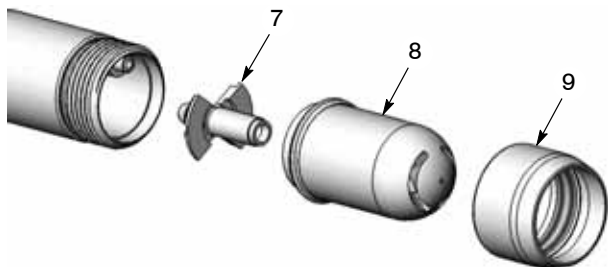

Figura 17 Extracción de la boquilla y el adaptador de tubo
2. Ver la figura 17. Desenroscar y separar de la pistola de aplicación el conjunto formado por la tuerca de retención (9) y la boquilla (8).
3. Extraer el adaptador de tubo (7) del tubo de polvo.
6. Ver la figura 17. Seguir el procedimiento de *Instalación de los tubos* en la página 7 para instalar el tubo de polvo.
8. Ver la figura 17. Seguir el procedimiento de *Instalación de los tubos* en la página 7 para instalar el tubo de polvo.